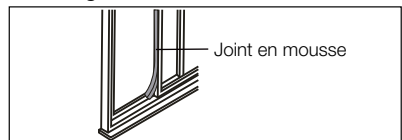

Fig. 21
6. Coupez le joint en mousse à la longueur appropriée et bouchez l'espace entre la guillotine coulissante et la fenêtre à guillotine extérieure, comme illustré sur la Fig. 21.